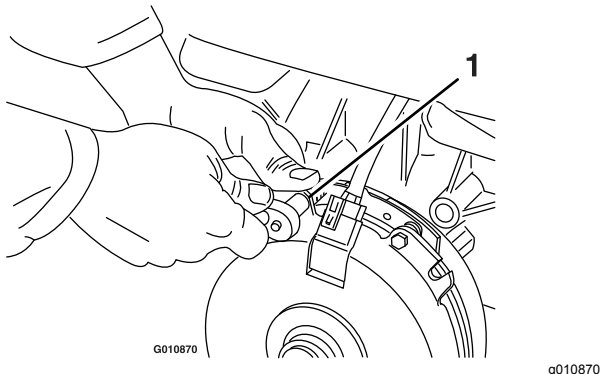

Figura 59
- A. Afloje ambos pernos de montaje del freno entre media y una vuelta, según se muestra en Figura 59.